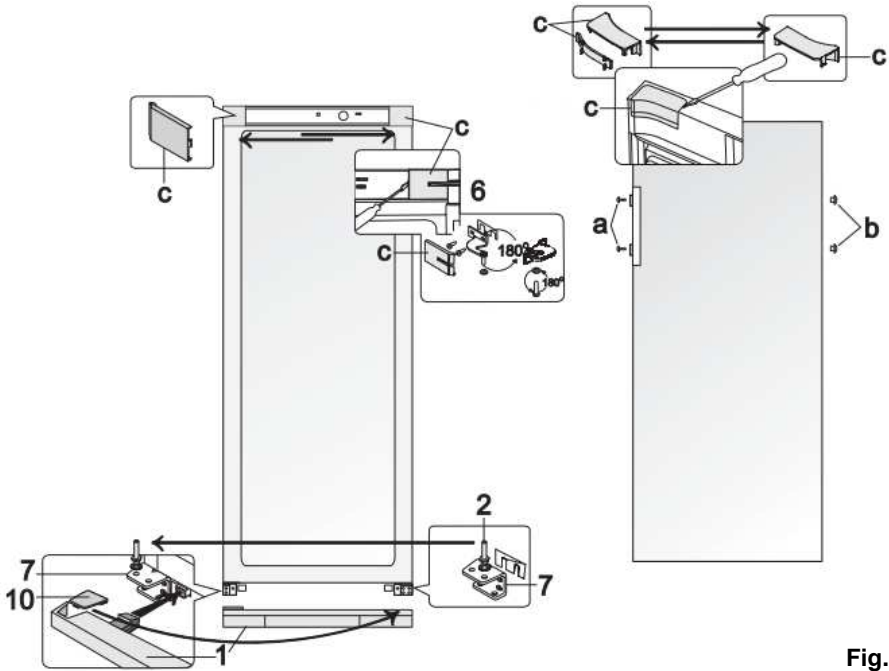

Fig. 8
Réfrigérateur à bouteilles 700272 (Fig. 8)
1. Retirer les caches (c) du corps et du côté de la porte, retirer le support supérieur (6) avec le joint et les entretoises se trouvant sous la poignée.
3. Démontez le profil de finition inférieur (1).
4. Dévisser l'axe de fixation (2) du support inférieur (7). Le revisser avec les entretoises dans le support opposé (7), symétriquement, comme il était fixé auparavant (Fig. 8).
5. Placer la porte sur l'axe de fixation (2) du support (7).
6. Faire tourner le support (6) et l'axe de fixation équipé des entretoises et du joint en plastique de 180°. Dévisser l'axe de fixation avec les entretoises et le visser de l'autre côté de l'axe. Fixer le support (6) sur la porte du réfrigérateur et le visser dans les orifices du côté opposé.
9. Retirer le cache (10) de la plaque de protection inférieure (1) et le placer dans les glissières du côté opposé de la plaque de protection inférieure (1) (symétriquement au montage précédent). Fixer les pieds droit et gauche du cache inférieur (1) dans les orifices (Fig. 8) et faire glisser la plaque de protection jusqu'à son enclenchement.